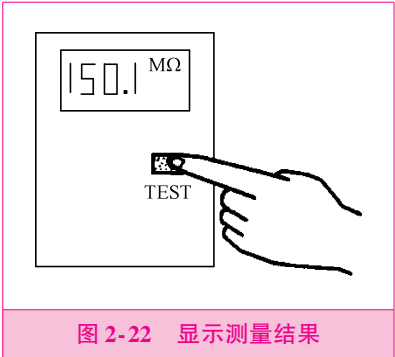

图 2-22 显示测量结果
- 4) 按住“TEST”键, 显示屏读数区显示测量结果, 如图 2-22 所示。如果显示“OL”, 说明被测电阻已超过该量程, 应转换到下一个高量程后再测量。